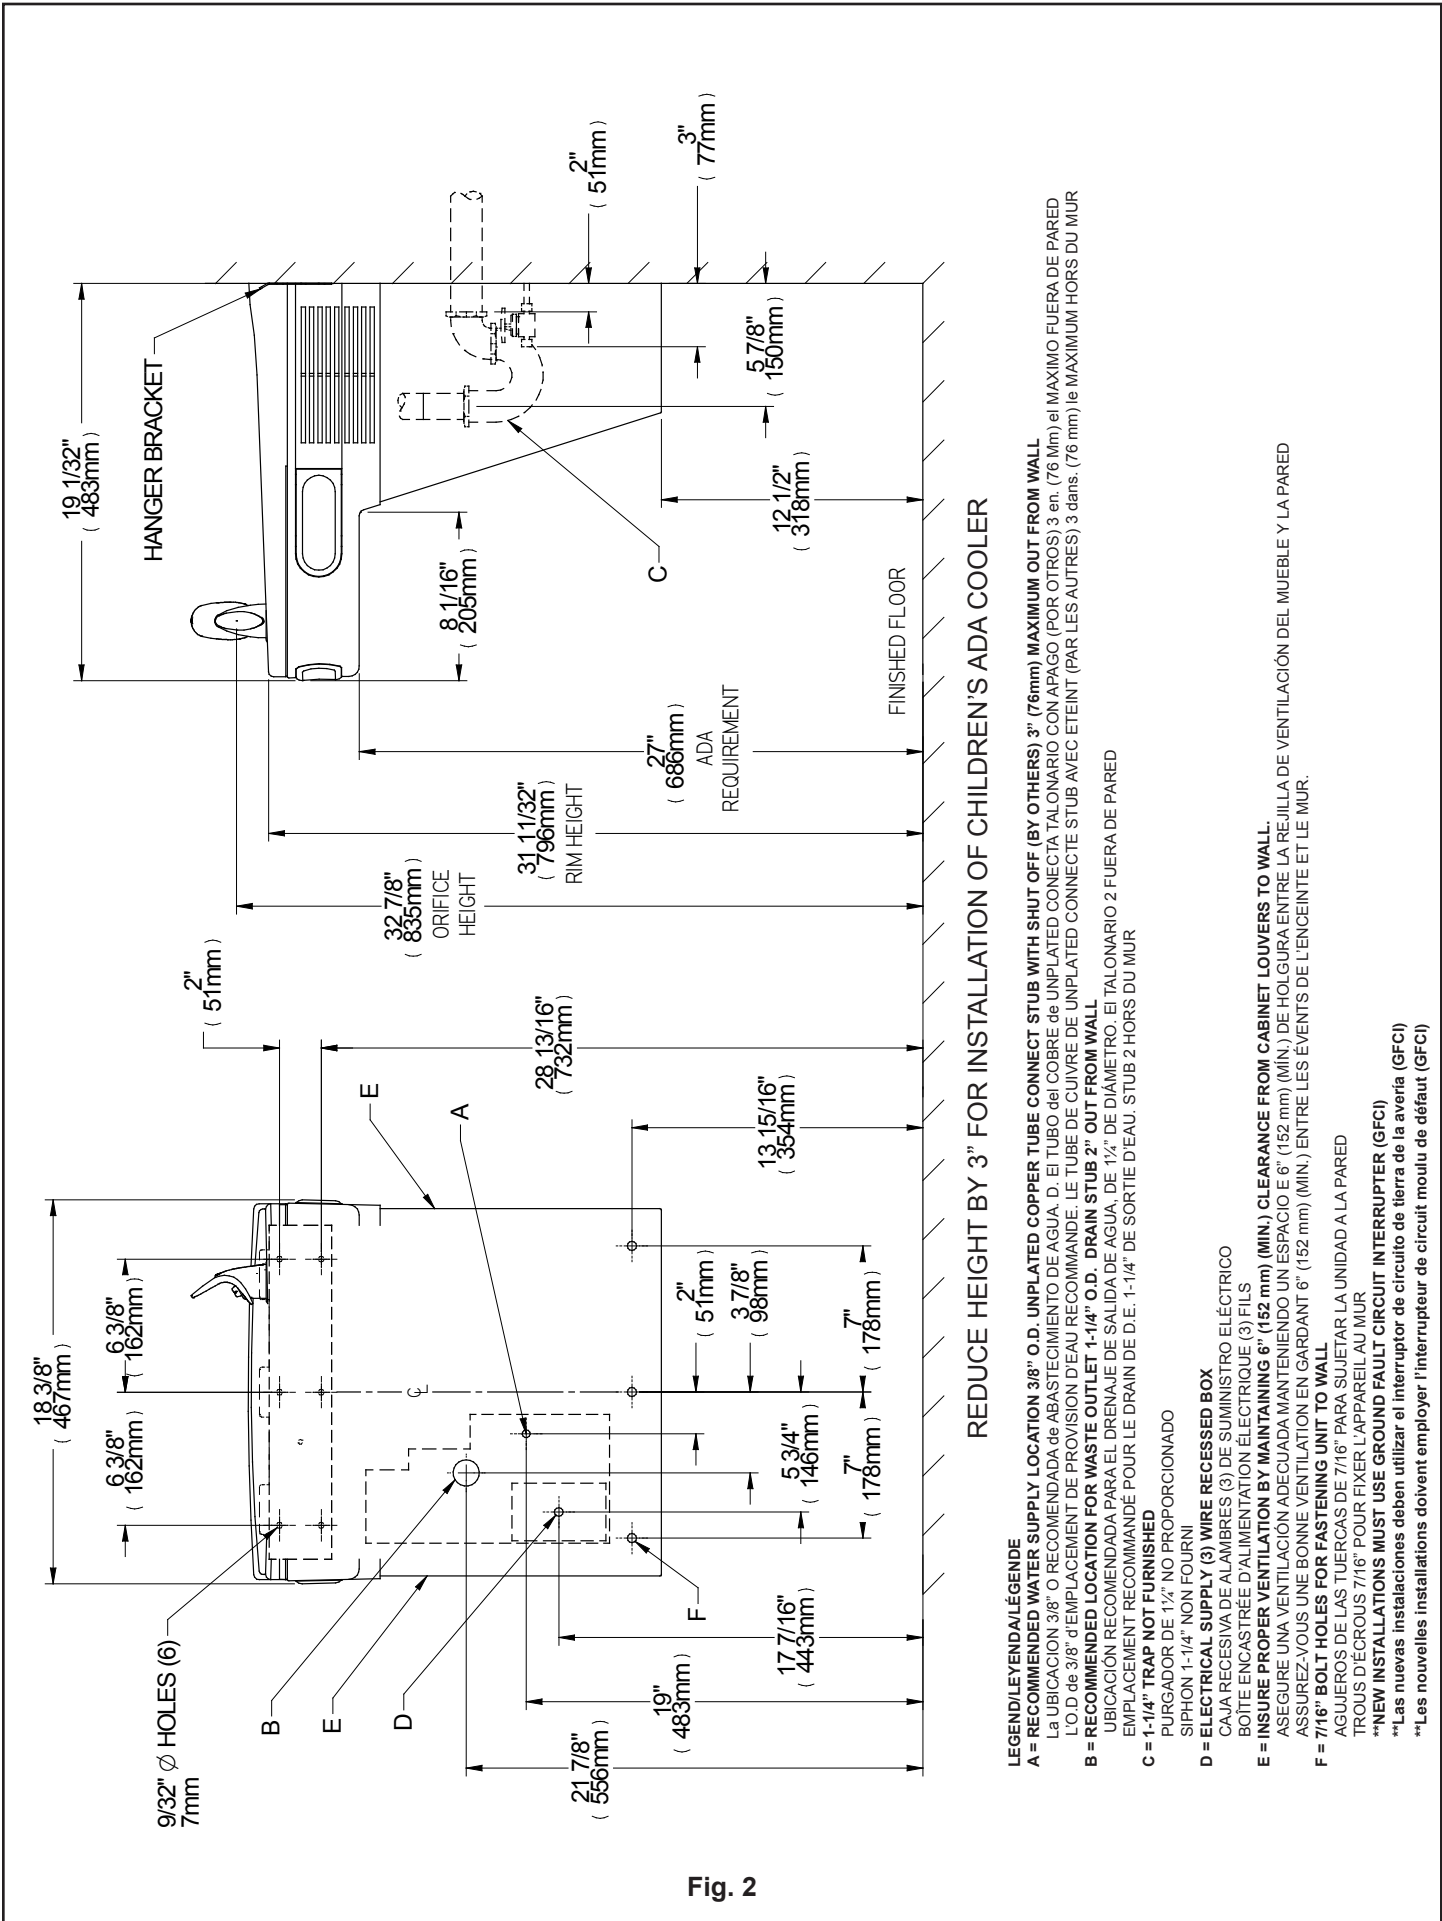

Fig. 2
- 1) Remove hanger brackets fastened to back of cooler by removing one (1) screw.
- 2) Mount the hanger brackets as shown in Figure 2.
- NOTE:** Hanger Bracket **MUST** be supported securely. Add fixture support carrier if wall will not provide adequate support. Anchor hanger securely to wall using all six (6) 1/4 in. dia. mounting holes.
- 3) Hang the cooler on the hanger bracket. Be certain the hanger bracket is engaged properly in the slots on the cooler back as shown in Figure 2.
- 4) Remove the four (4) screws holding the lower front panel at the bottom of cooler. Remove the front panel by pulling straight down and set aside.
- 1) Retire el soporte fijador que se encuentra conectado a la parte posterior del enfriador sacando un (1) tornillo.
- 2) Monte el soporte fijador de la manera descrita en Fig. 2.
- NOTA:** Es necesario que el soporte fijador sea apoyado seguramente. Agregue un portador al soporte fijador si La pared no aporta soporte adecuado. Amarre el soporte colgante seguramente a la pared. Usando todos los seis (6) agujeros de montaje de ¼ pulg. (6.35 mm) de diám.
- 1) Retirez le support de suspension fixé au dos du refroidisseur en retirant une (1) vis.
- 2) Montez le support de suspension comme indiqué dans la figure 2.
- 3) Pendez le refroidisseur au support de suspension. Assurez-vous que le support est correctement inséré dans les emplacements au dos du refroidisseur, comme indiqué dans la figure 2.
- 4) Retirez les four (4) vis maintenant en place le panneau frontal au bas du refroidisseur. Retirez le capot inférieur en tirant vers le bas et mettez-le de côté.